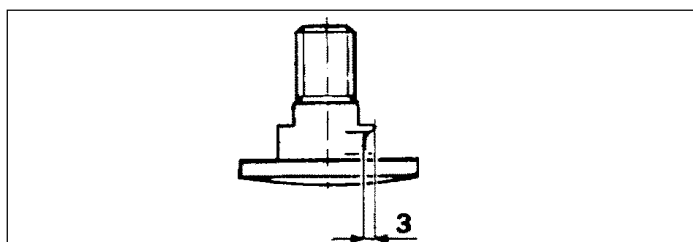

Abb. 23
- Die **Befestigungsschraube** ist im Klingenhaltebereich verschlissen. Wenn der Durchmesser um 3 mm / 0,11 Zoll kleiner als der Originaldurchmesser ist (Abb. 23).